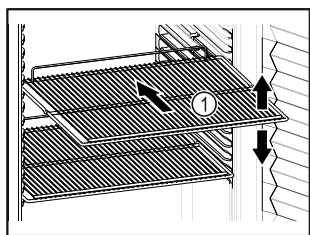

Fig. 63 Représentation à titre d'exemple
- Lorsque les grilles de support Fig. 63 (1) peuvent être déplacées, changez leur position en fonction de la hauteur des aliments.